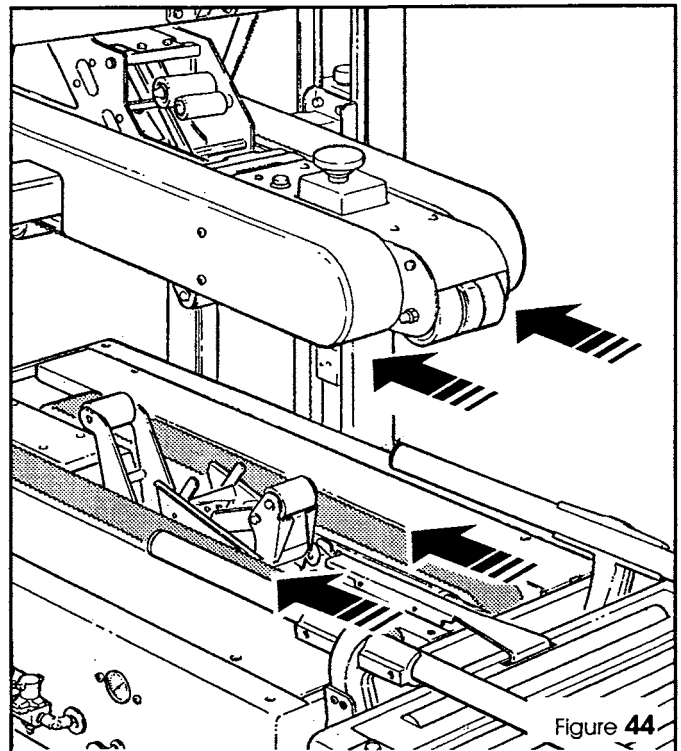

Figure 44
- controleer in welke richting de transportbanden draaien (zie figure 44)